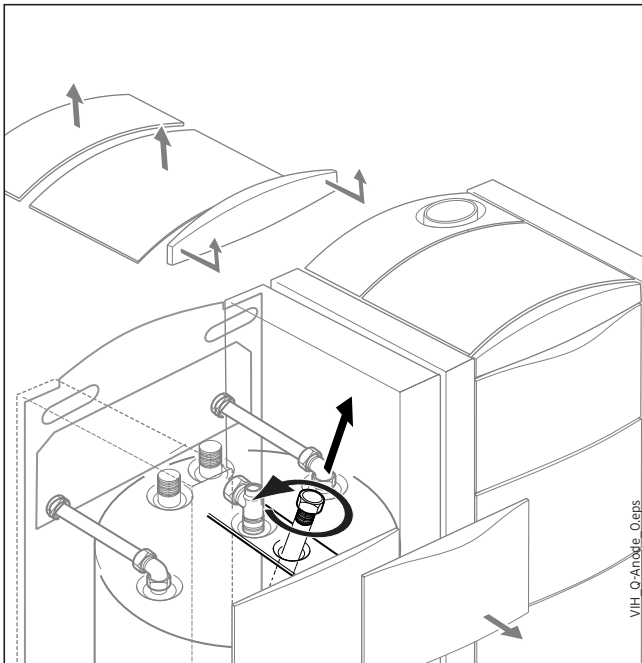

Fig. 6.2 Visuelt check af anode.
- Tag toppen af kabinettet af varmtvandsbeholderen (se fig. 6.2).